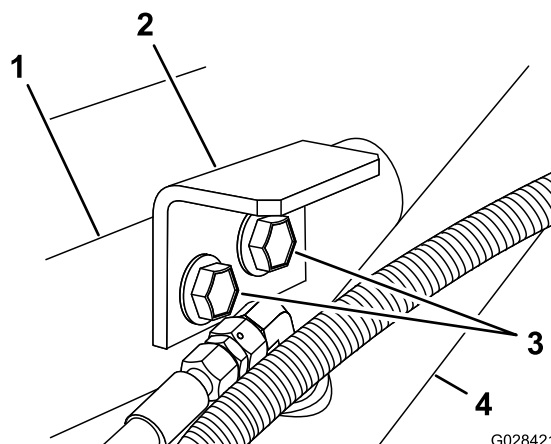

Figura 7
3. Asamblați suporturile de fixare pentru a susține consola și cadrul, folosind cele 2 șuruburi cu guler și contrapiulițele cu guler demontate la pasul 1 (Figura 7).